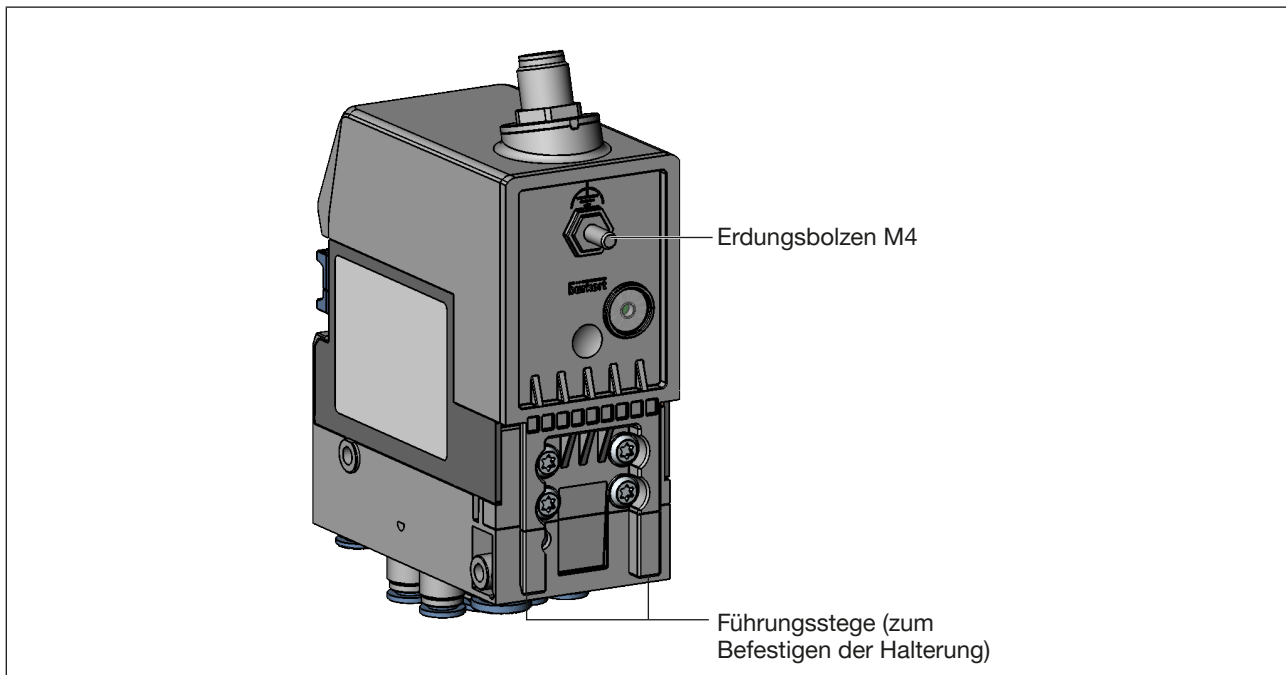
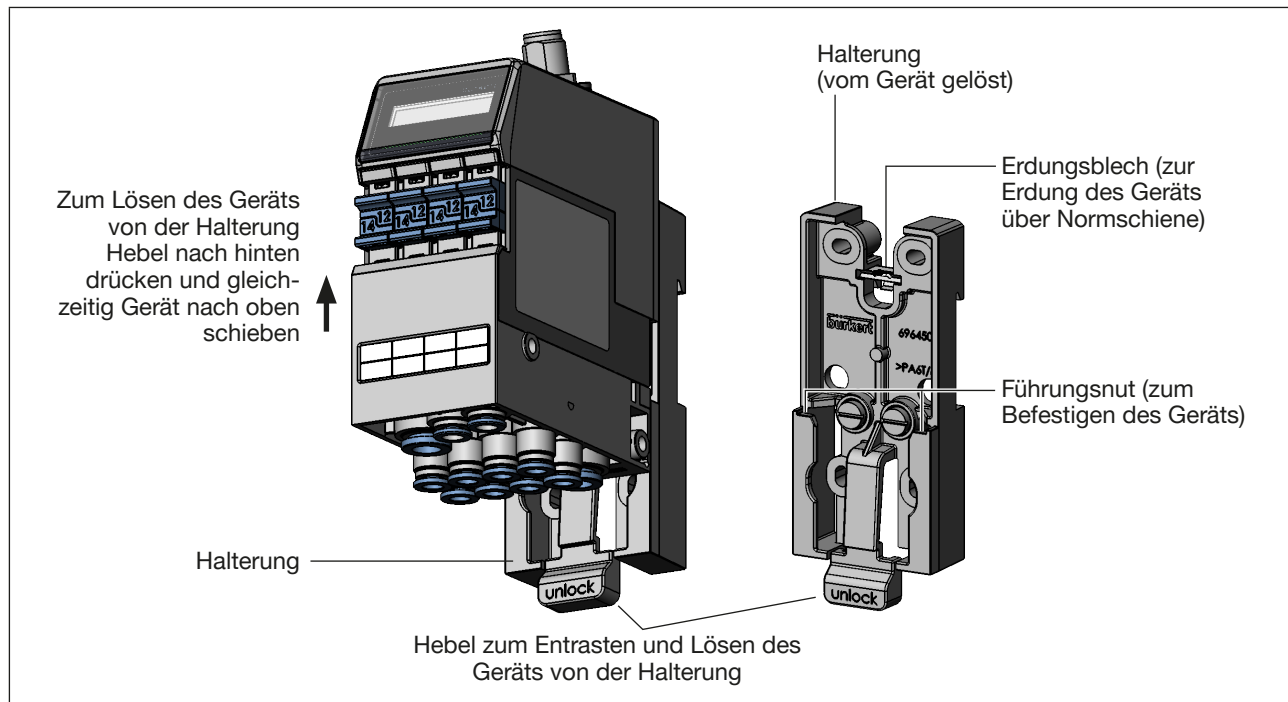

Bild 3: Aufbau AirLINE Field Typ 8653 – Ansicht von hinten (ohne Halterung)
Bild 4: Halterung zur Wand- oder Normschienenmontage
- Führungsstege des Feldmoduls (siehe „Bild 3“) von oben nach unten in die Führungsnut der Halterung (siehe „Bild 4“) schieben, bis die Verriegelung hörbar einrastet.